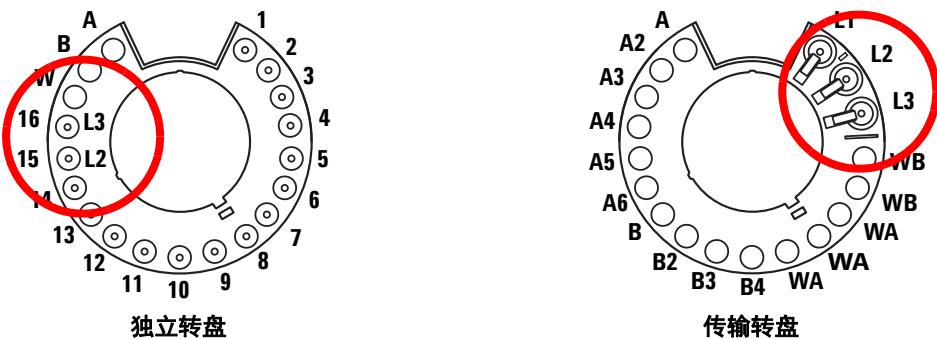

图 62 适用于夹层进样的转盘样品瓶位置
在调用样品瓶进行夹层进样时, 如果使用独立转盘, 则第 1 层 (L1) 可以放置在任何转盘位置 (1-14); 或者, 如果使用带有样品盘的传输转盘, 则第 1 层 (L1) 可以放置在任何样品盘位置 (1-150)。第 2 层 (L2) 和第 3 层 (L3) 的样品瓶必须分别放置在转盘位置 **L2** 和 **L3** (图 62) 上。
- 3 将溶剂 B 样品瓶 (L3) 放置在转盘位置 **L3** 处。有关转盘位置的信息，请参考第 205 页上的图 62。